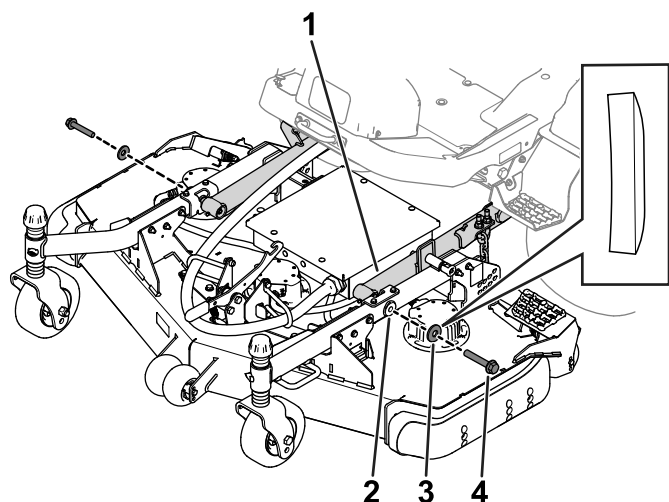

図 3
4. 六角ヘッドボルト2本とワッシャ2枚でキャストアームを昇降アームに連結する 図 3。
ワッシャは湾曲側がボルトの頭に接するように配置すること (図 3)。